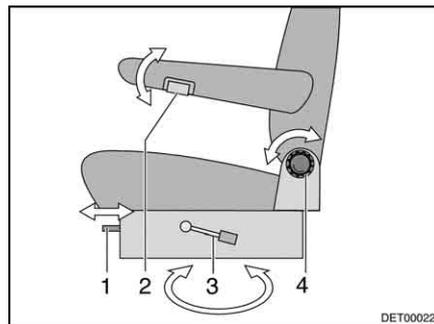

Fig. 17 Sedile del guidatore e sedile del passeggero
- Premere la leva (Fig. 17,3) per la rotazione del sedile. L'arresto del sedile si sblocca.